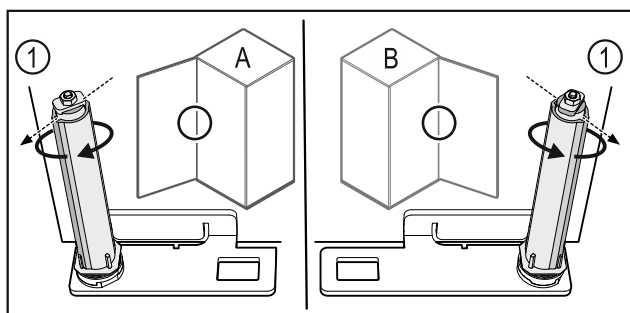

Fig. 56 Lewy ogranicznik (A) / prawy ogranicznik (B)
- Przekręcić system blokujący w kierunku przeciwnym do oporu, aż pręt systemu blokującego Fig. 56 (1) będzie skierowany na zewnątrz.